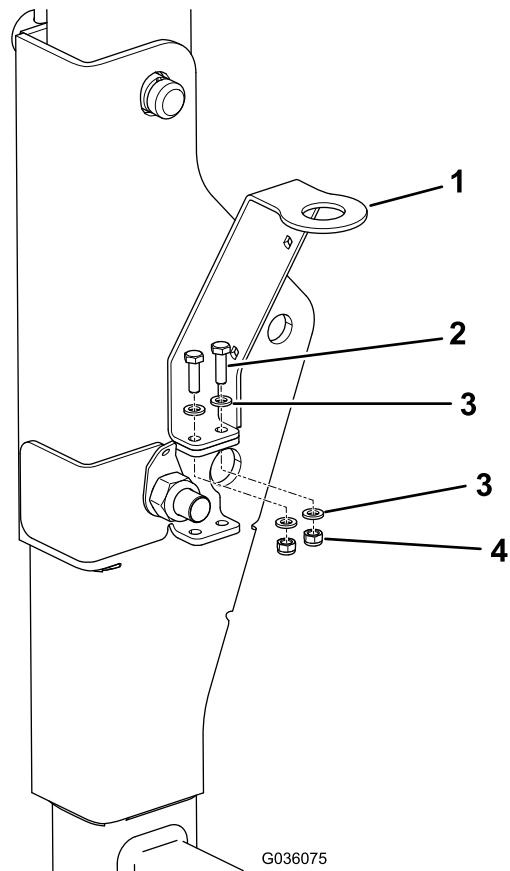

Figura 3
5. Alinee los taladros pequeños en el soporte de la baliza con los taladros superiores en el soporte del ROPS (Figura 3) y fije los soportes con los 2 pernos pequeños, 4 arandelas pequeñas y 2 contratuercas pequeñas.